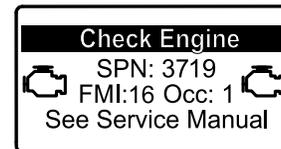

Bild 31
- Wenn eine geparkte Regenerierung erforderlich ist, wird im InfoCenter die Motorwarnung SPN 3719, FMI 16 (Bild 31) angezeigt, und der Computer verringert die Motorleistung auf 85 %.